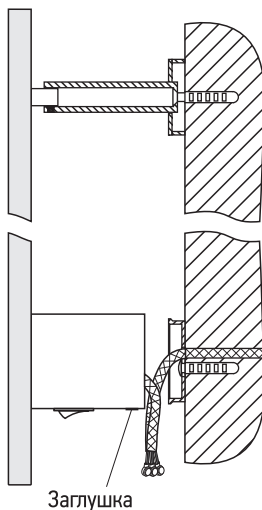

Рис. 16
4.19. Установить круглую заглушку на нижней стороне соединительной коробки вместо заглушки с отверстием (рис. 16).
4.20. Произвести «черновой» монтаж ЭПС, используя стопорные винты, с максимальным вылетом от стены (рис. 16).